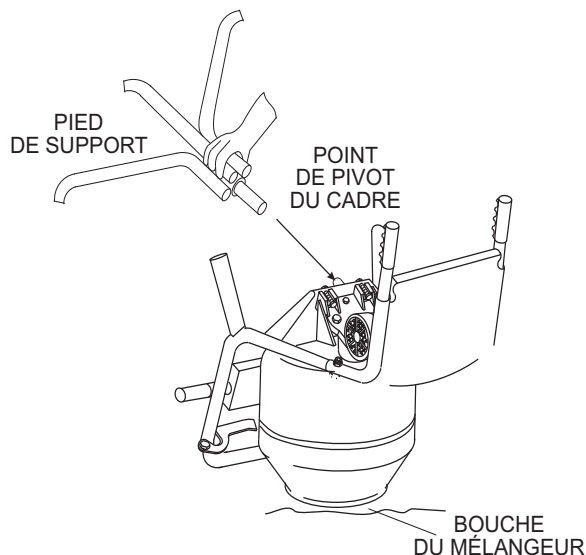

Figure 10. Fixer le pied de support facultatif
6. Renversez le mélangeur sur l'ouverture tel qu'indiqué à la Figure 10 et insérez le pied de support dans le point de pivot du cadre.